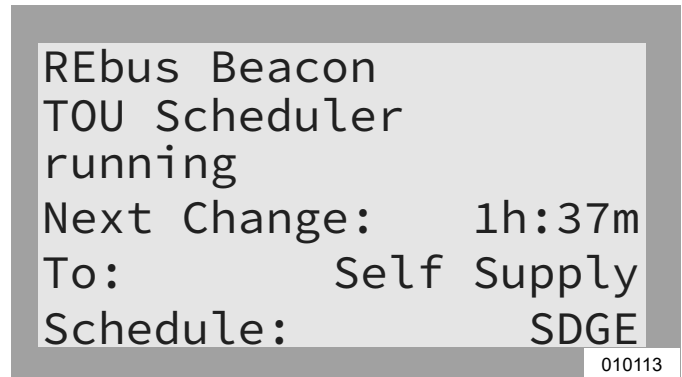

Figure 6-24. Désactiver l'horaire TOU (1 de 3)
1. Voir Figure 6-24. Aller à la page Beacon et appuyer sur la touche centrale pour accéder au menu de ce dispositif.